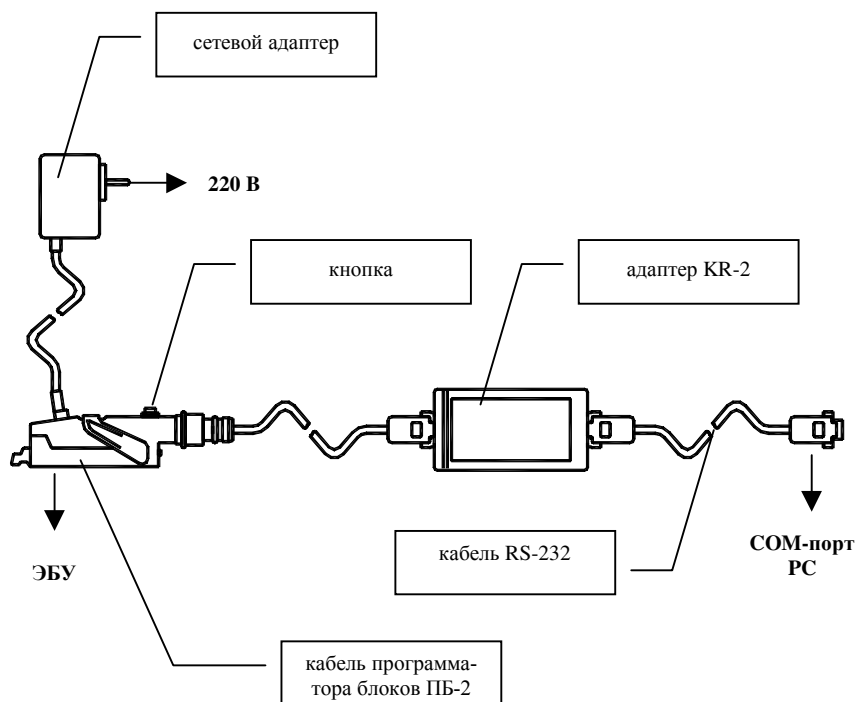

Рис.1
3. Выполните соединения в соответствии с рис.1: